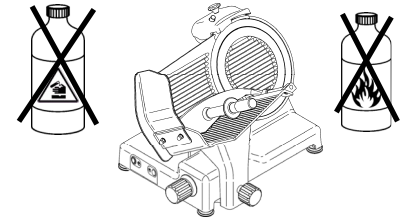

Abb. 19
- Für die Reinigung keine korrosiven oder zündbaren Mittel verwenden (Abb.19); **nur das mitgelieferte Reinigungsmittel verwenden**